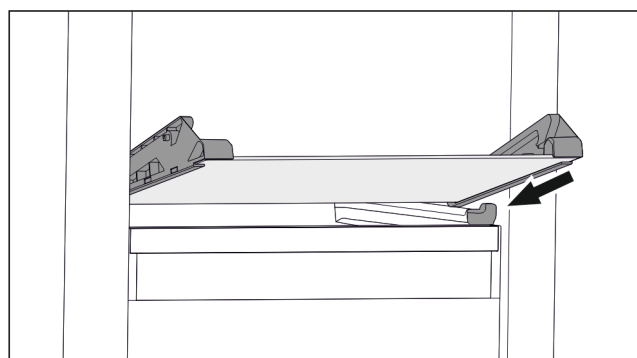

Fig. 71 Tablette en verre du tiroir basculable
- Placer la tablette en verre, en l'inclinant, derrière les butées. (voir Fig. 71)